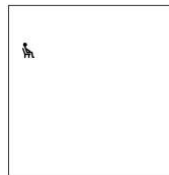

Fig. 6: Pantalla de inicio
- ⇒ El esfigmomanómetro se conecta automáticamente, hace una prueba de la pantalla y muestra la pantalla de inicio. (Véanse Fig. 5 y Fig. 6).
- ⇒ Se mostrará la pantalla de inicio (Fig. 6) en el dispositivo..
⇒ Se mostrará la pantalla de inicio en el dispositivo (Fig. 6).
Espere a que aparezca la pantalla de inicio (Fig. 6) antes de iniciar otra medición.